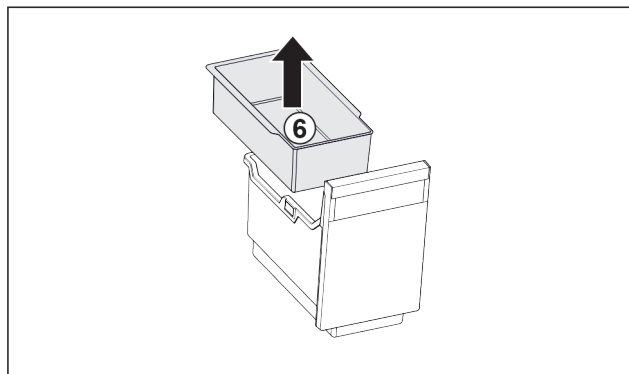

Fig. 29
- ▶ Vyjměte závěsnou misku Fig. 29 (6).